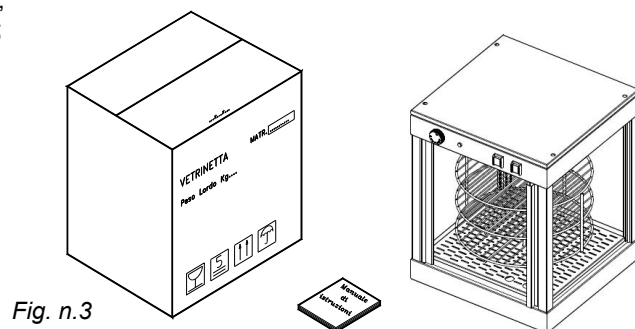

Fig. n.3
3.1 - SPEDIZIONE DELLA VETRINETTA (Fig. n. 3)